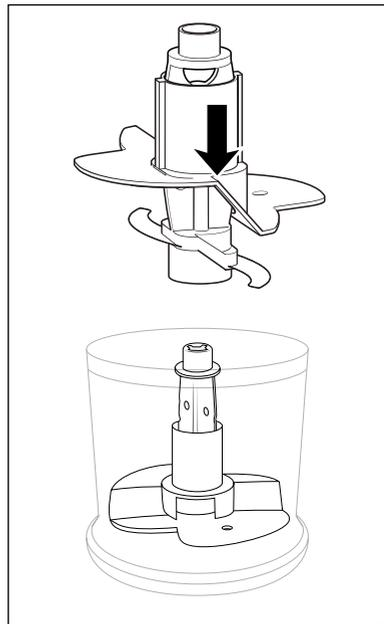

Fig. 1
- Para 100 ml de nata, colóquelo sobre el portacuchillas **5** de forma que el accesorio batidor **10** quede sobre las dos cuchillas **7** y encastre (fig. 1):